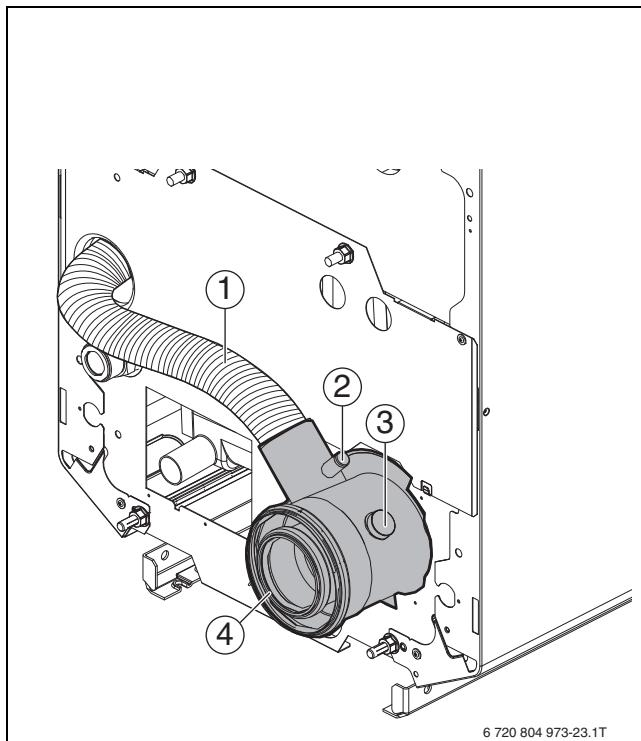

Bild 81 Luft-Abgas-Stutzen
Die Messungen erfolgen grundsätzlich im Luft-Abgas-Stutzen (→ Bild 81, [3]).
- ▶ Messfühler durch die Messöffnung im Abgas-Anschlussstutzen bis in den Kernstrom (Mitte Abgasrohr) des Abgases eintauchen (höchste Abgastemperatur) (→ Bild 81, [3], Seite 43).